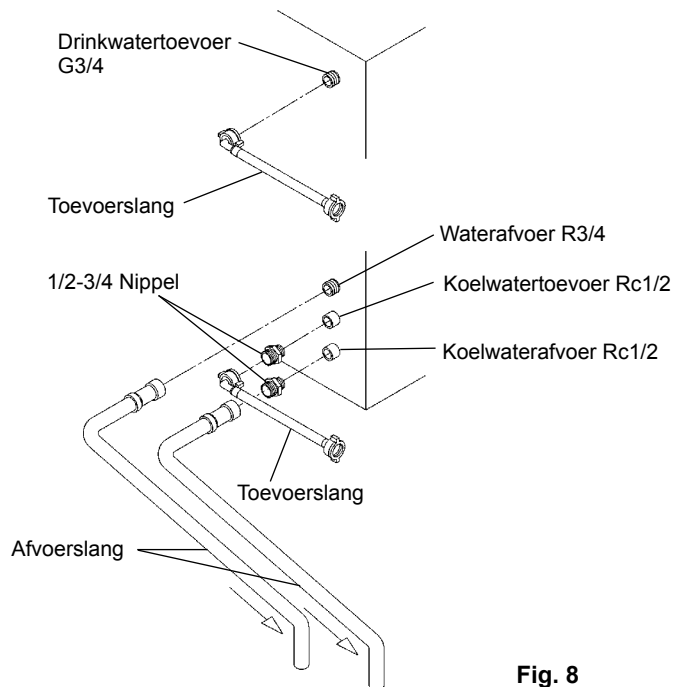

Fig. 8
[b] Aansluitingen volgens de voorschriften, andere dan de WRC-voorschriften, door accessoirebuizen te gebruiken (fig. 8)
2) Gebruik voor de condensoraansluitingen de bijgeleverde slangen en maak dezelfde aansluitingen als bovenstaand 1) tot en met 3) in [a] op de vrije uiteinden van de 1/2-3/4 nippels zoals is aangegeven (fig. 8).